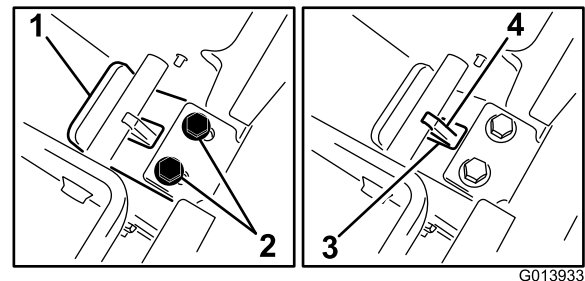

Figura 15
5. Mantendo a pressão na placa posterior, deslize o garfo na sua direcção até que a aba do garfo contacte com a travessa (Figura 15).